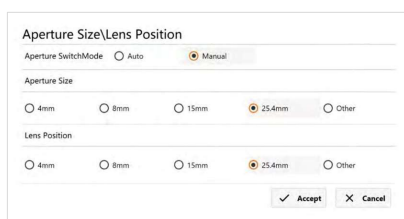

Рис.44 Размер апертуры / Положение линз
2. В параметре «Aperture size/Lens position» настройте размер апертуры и положение линз (рис.44).